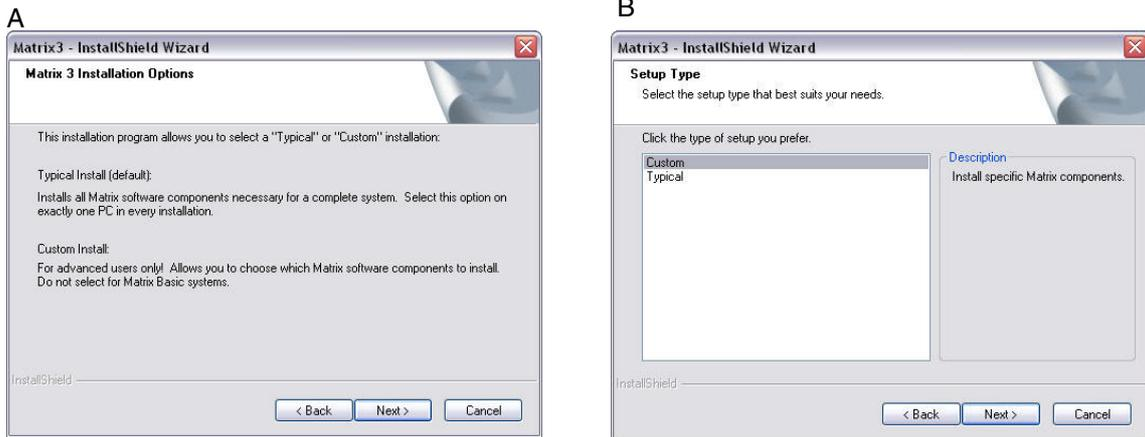

ABB. 14
5. Nach dem Klicken von „Weiter“, wodurch Sie der Lizenzvereinbarung zustimmen, wird das Fenster mit Installationsoptionen (A) angezeigt, dargestellt in ABB. 14. Dieses Fenster beschreibt die zwei zur Auswahl stehenden Installationsoptionen.
Nach dem Klicken von „Weiter“ erscheint das Fenster mit Setup-Varianten ABB. 14 (B). Hier wählen Sie aus, welche Installationsvariante Sie ausführen werden.